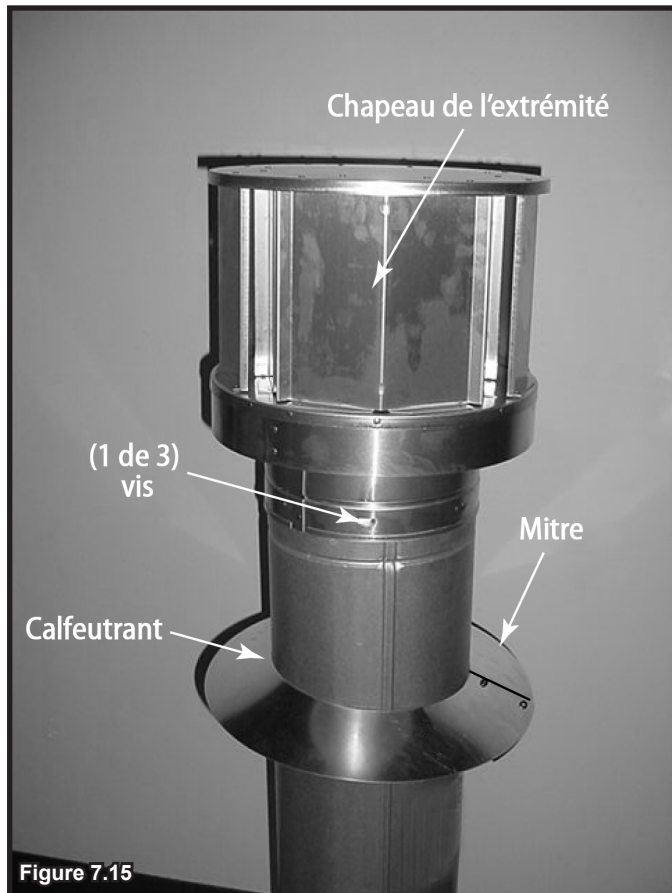

Figure 7.15
- Appliquez du calfeutrant autour de la partie supérieure du col. Voir la figure 7.15.
- Attachez le chapeau en visant les trois vis autotaraudeuses (fournies) à travers les trous de guidage du col extérieur dans le conduit de la cheminée (voir la figure 7.15).